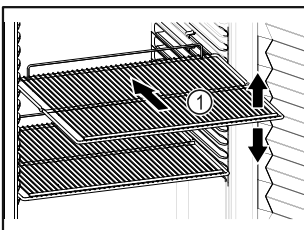

Fig. 57 例图
- ❑ 如果存放格栅 Fig. 57 (1)可移动，则根据高度进行调整。